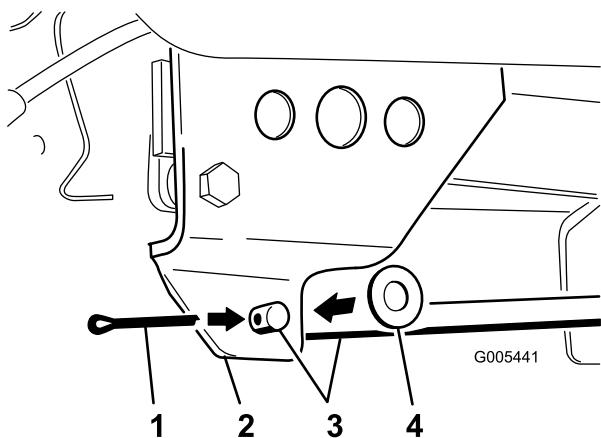

Figure 9
7. Sortez l'extrémité coudée de la tige de relevage de l'arrière du grand support décalé et mettez-la à l'extérieur (Figure 9). Montez une rondelle sur l'extrémité qui dépasse et fixez-la avec une goupille fendue.